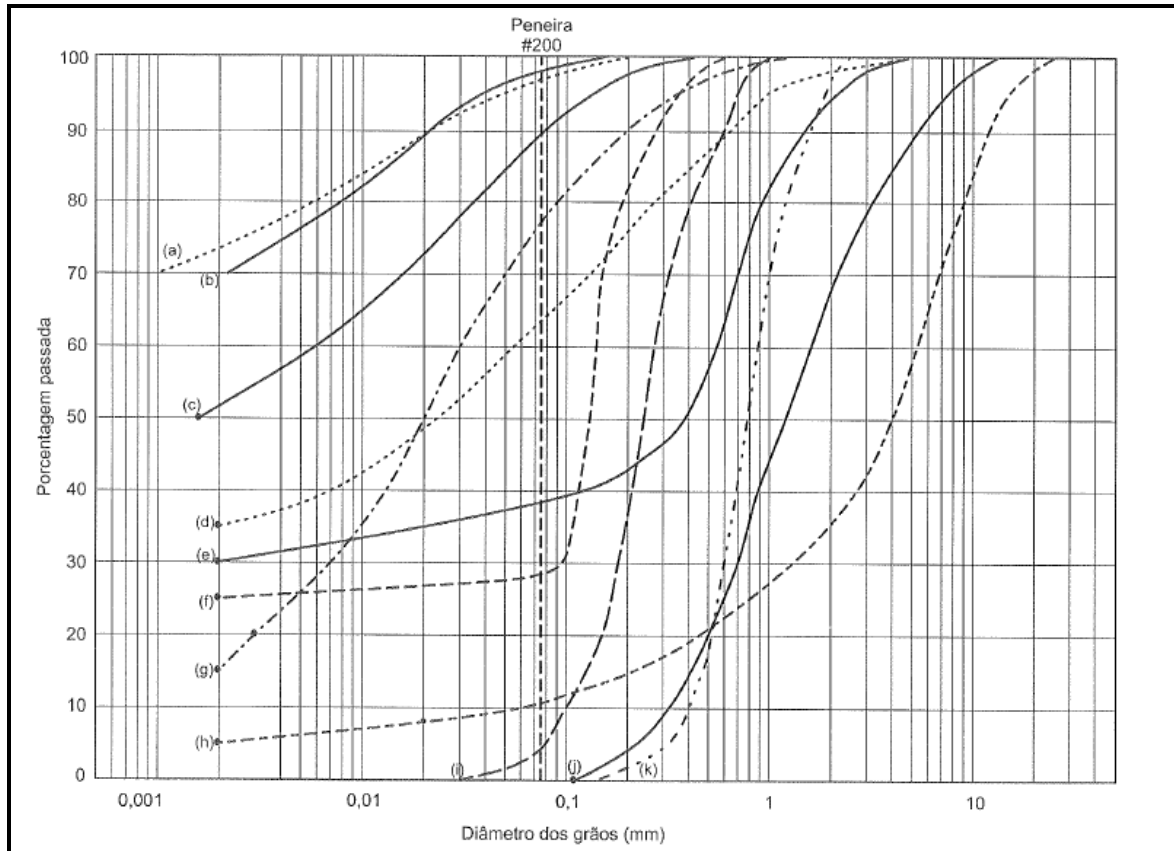

Figura 1: Curvas granulométricas de diversos solos brasileiros.
1. Na Figura 1 estão as curvas granulométricas de diversos solos, cujos índices de consistência são indicados na tabela abaixo. Determine a classificação desses solos a partir dos métodos conhecidos. Para os solos argilosos, determine o índice de atividade da argila, e para os solos arenosos, o coeficiente de uniformidade ( $C_u$ ) e o coeficiente de curvatura ( $C_c$ ).